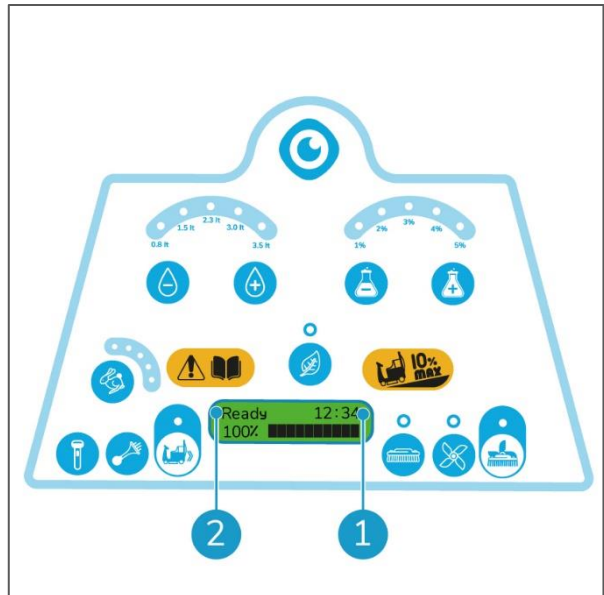

Figura 31
3. Attendere fino a quando appare "Pronto" (Figura 31, pos 2) sullo schermo.
4. La quantità di ore e minuti di funzionamento spesi è mostrata nell'angolo in alto a destra dello schermo (Figura 31, pos 1).